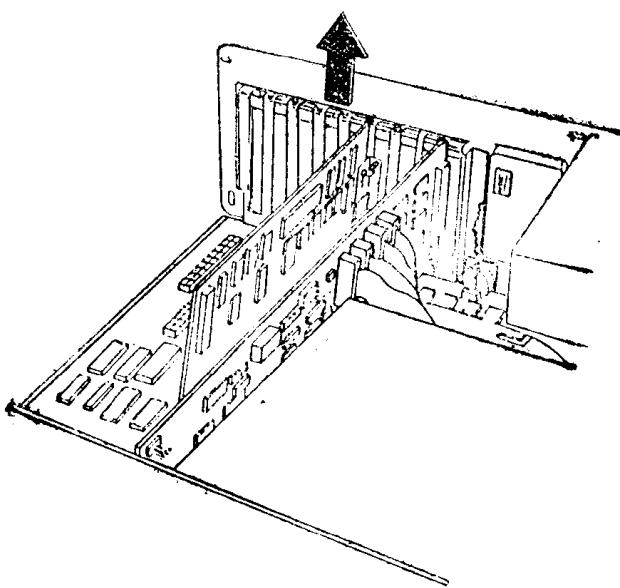

图 3.2-4
3. 握住适配器顶部，然后将它拔出。对取下适配器的每一扩充槽均要作一标号。（见图3.2-4）